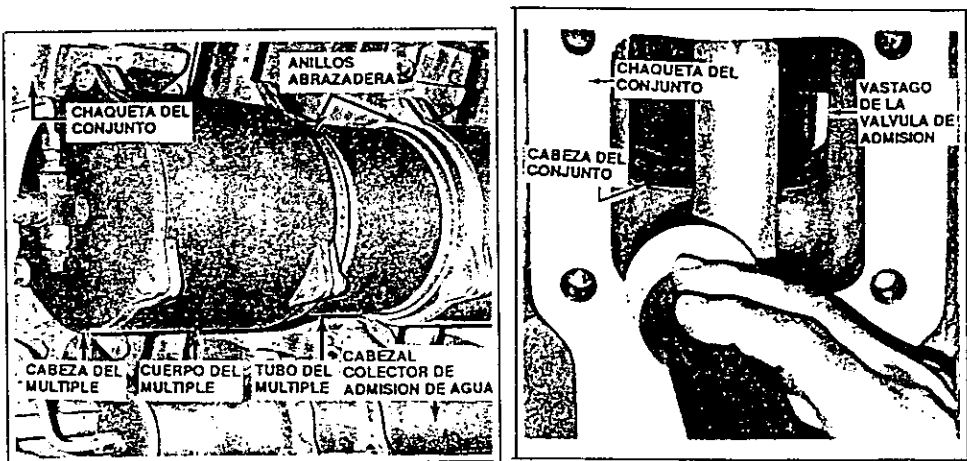

Figura 58. Múltiple y puerto de admisión aire del conjunto de potencia.
- Una vez realizado el trabajo proceda a su reinstalación. Cerciórese de que no existan fugas de aire en el múltiple de admisión de aire (ver figura 58).